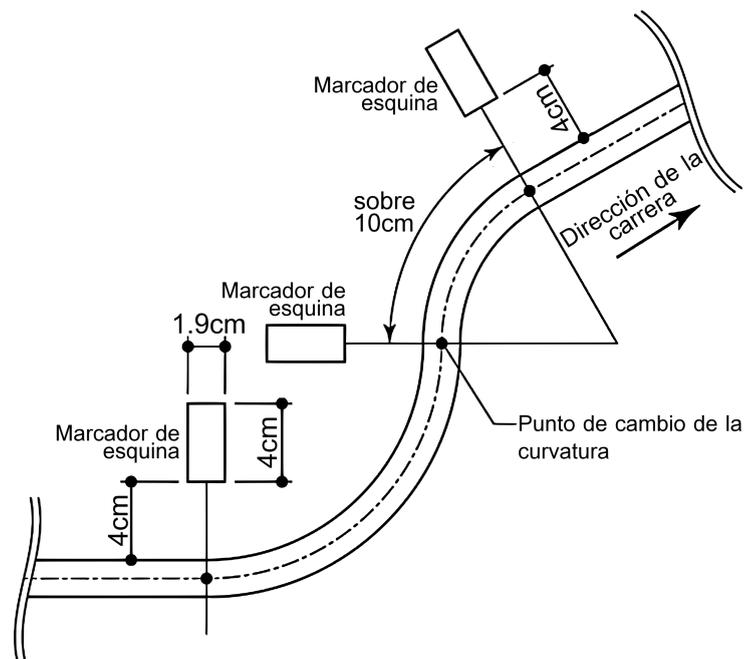

Figura 2: Cambios de curvatura y marcadores de esquina
- e. El radio mínimo del arco de curvatura es de 10 [cm] y la distancia al siguiente punto de cambio de curvatura es al menos 10 [cm]. Donde hay cambios de curvatura hay marcadores de esquina al costado izquierdo de la línea del recorrido. En algunos casos, los arcos de curvatura aparecen continuamente.(Ver Figura 2).